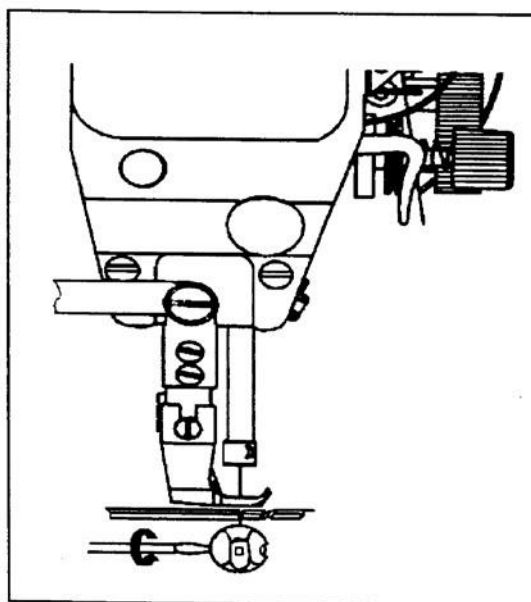

Рис. 16
- 1) В случае, если натяжение игольной нити слишком сильное или натяжение челночной нити слишком слабое, как показано на рисунке 15 (b), поверните барашковую гайку против часовой стрелки, чтобы уменьшить натяжение игольной нити, или затяните винт регулировки натяжной пружины колпачка шпульки, чтобы увеличить натяжение челночной нити (см. рисунок 16).